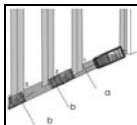

Fig. 13: Medida de distancia con segmentos
6. Desplace lentamente el instrumento a lo largo de la línea observando el valor medido (vea la Fig. 13). El instrumento muestra las flechas  o  que indican la dirección en la cual proceder y empieza a sonar a una distancia de 0.1m de los límites (a) y (b) prefijados emitiendo un sonido continuo cuando se alcanza el límite. La medida tiene una duración de aprox. 1 minuto y puede ser terminada con la tecla  o